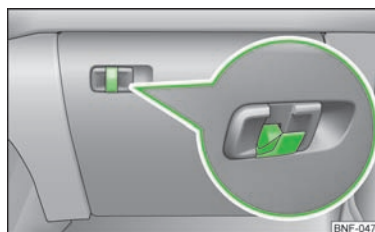

Fig. 50
Nella leva per l'apertura del coperchio del vano portaoggetti, lato passeggero, è presente un gancio per le borse » fig. 50 da utilizzare per appendere oggetti più piccoli, come borse o altro.
- Se il gancio è ribaltato, » fig. 50 lo scomparto portaoggetti non può essere aperto.